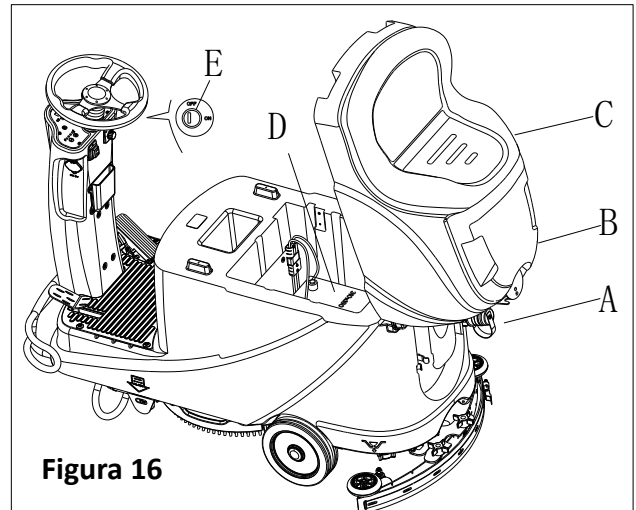

Figura 16
1. Abra a tampa do tanque de recuperação (B, Figura 16) para verificar que o tanque de recuperação (C) está vazio, ou esvazie-o através da mangueira de drenagem (A).
- Verifique o nível de electrolito da bateria (D); se necessário, abra a tampa para encher e volte a fechar.